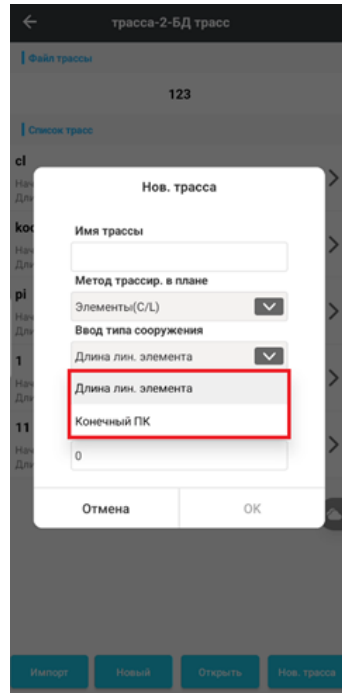

Рисунок 3.7.5
3. Ввод типа сооружения (тип элемента трассирования) (Рисунок 3.7.5)